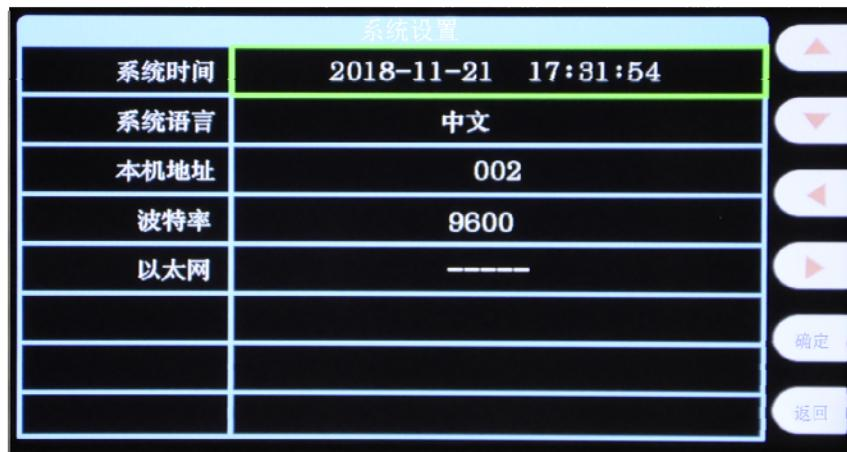

图 4-6
2. 绿色框默认进入时停留在第一项，通过图 4-6 右侧侧方向键移动绿色框，选择要修改的参数。
3. 选中要修改的参数后，按图 4-6 右侧按键确定键，绿色框颜色变红色，此时该项参数可修改。
4. 按图 4-6 右侧方向键进行参数修改。
5. 参数修改完成后，再次按图 4-6 右侧按键确定键，移动框颜色从新变绿色，参数不允许再修改，仅可移动选择参数。